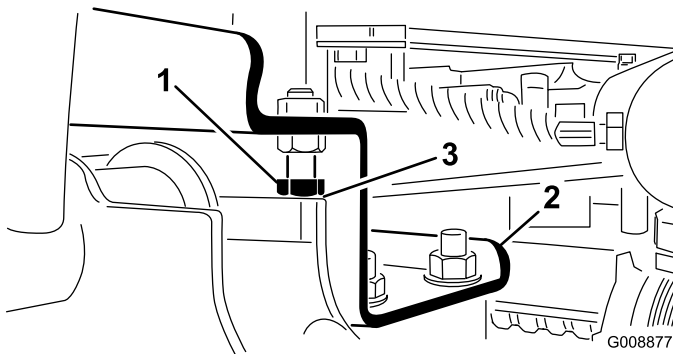

図 12
A. ストップボルトを戻す (図 12)。
2. 各昇降アームとストップボルトとの隙間が 0.13~1.02 mmの間にあるかどうか点検する (図 12)。この範囲になればストップボルトを調整する。